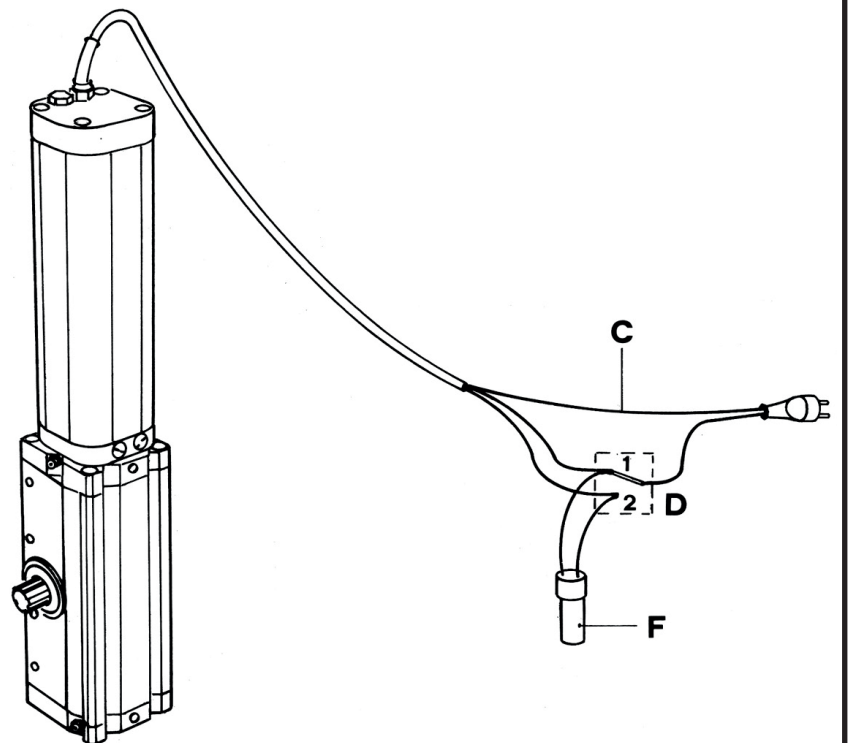

Fig. 14
2) PARTI DELL'AUTOMAZIONE (FIG14)
2) PARTIES DE L'AUTOMATISATION (FIG14)
2) PARTS OF THE AUTOMATION (FIG. 14)
2) PARTES DE LA AUTOMATIZACIÓN (FIG14)
2) BAUTEILE DER AUTOMATISIERUNG (FIG. 14)